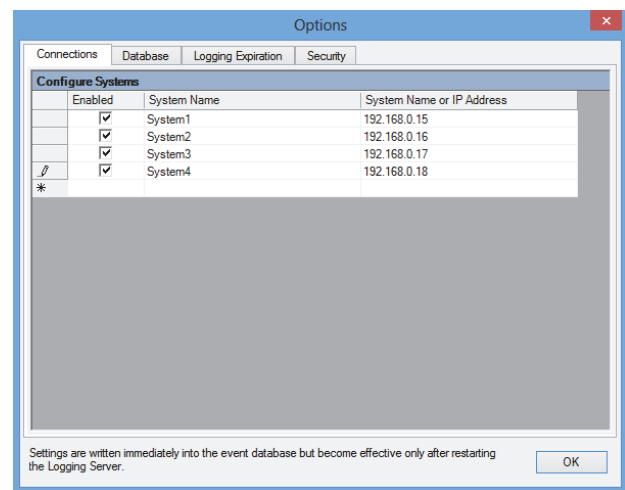

abbildung 58.8: System hinzufügen (3)
- 3 Klicken Sie auf das Feld *System Name or IP Address* und geben Sie die IP-Adresse bzw. den Namen des Netzwerkcontrollers des Systems ein, zu dem der *Logging Server* eine Verbindung herstellen soll. Beispiel: *192.168.0.18* (siehe abbildung 58.8).